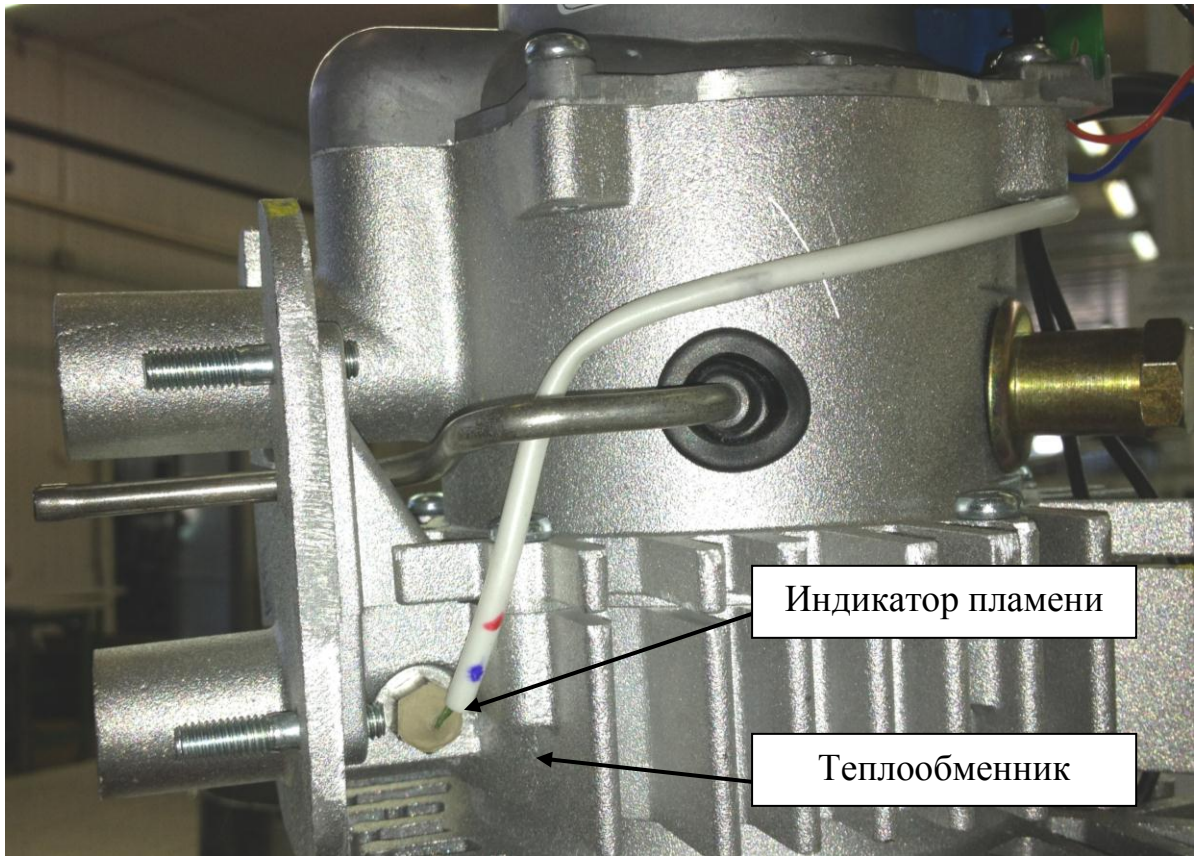

Рис. 7 – Индикатор пламени
- вывернуть индикатор из корпуса теплообменника (рис. 7).
Для проверки канала ИП блока управления вместо ИП установите перемычку (рис.7а). Если при запуске отопителя не возникает код неисправности ИП, то БУ исправен. Уберите перемычку и подключите исправный ИП.
В случае не устранения неисправности ИП проверьте полярность его подключения (провод с черной меткой соединен с контактом разъема БУ, помеченным черной точкой, рис. 7б). Возможно, была допущена ошибка при установке меток на проводах ИП. Для проверки правильности установки метки на проводе проверьте контакты магнитом. Контакт провода с черной меткой магнитится.
Рис. 7а – Перемычка
Рис. 7б – Подключение ИП к БУ